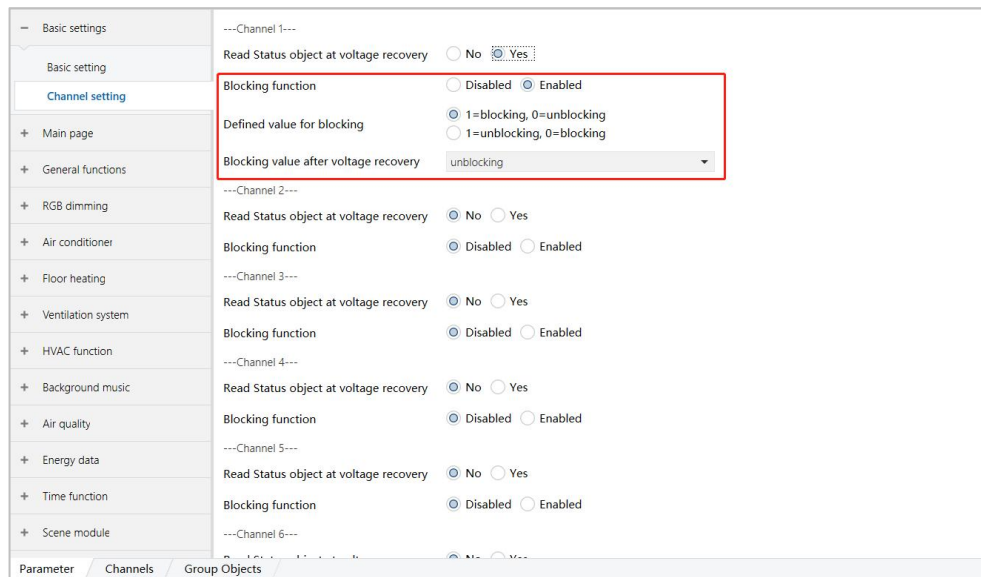

图 6.1.3
- ① “Blocking function” 表示阻塞函数，可选项：blocking = 1, unblocking = 0（阻塞= 1，解除阻塞=0）、blocking = 0, unblocking = 1（阻塞= 0，解除阻塞= 1）；
- ② “Blocking value after voltage recovery” 表示电压恢复后的阻塞值，可选项：可选项：unblocking（解除阻塞）、blocking（阻塞）、as before voltage failure（和电压故障前一样）。出现如图 6.1.3 红色方框内的选项：